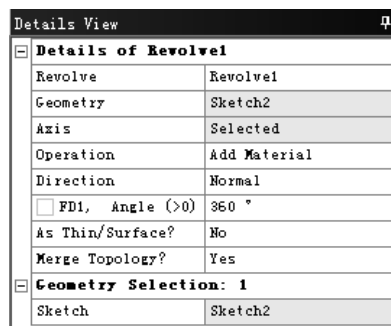

图 3.9.10 “Details View”对话框
(2) 在工具条中单击 **Revolve** 按钮 , 弹出图 3.9.10 所示的 “Details View” 对话框。使用草图 2 作为截面, 定义水平轴线为旋转轴, 单击工具条中的 **Generate** 按钮, 完成旋转特征 1 的创建。